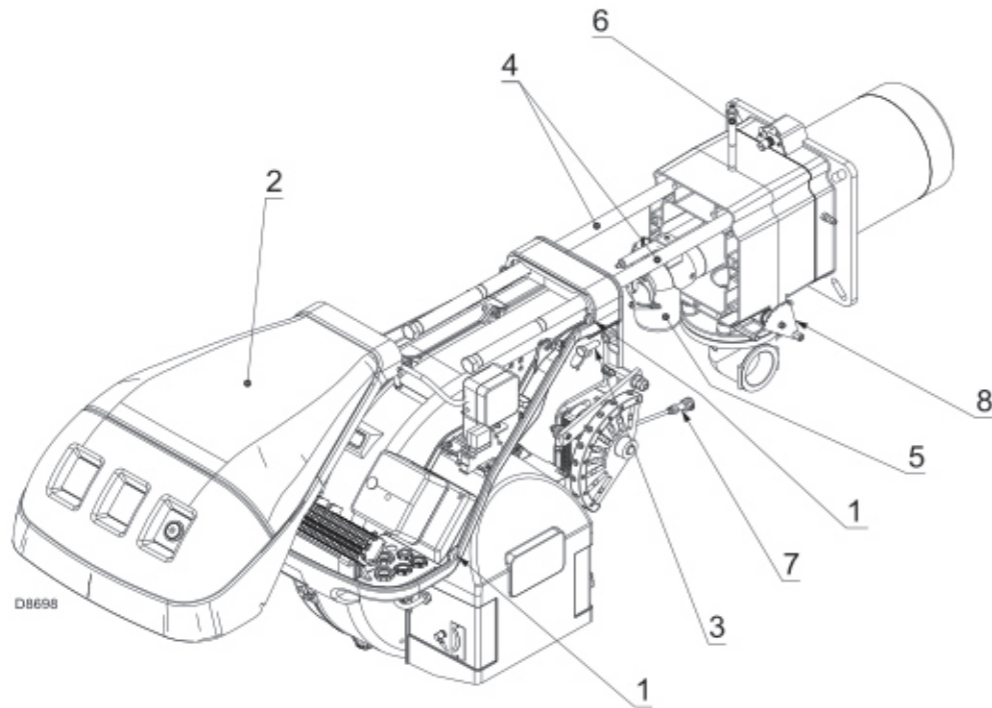

图 39
- ▶ 拆下螺栓 1), 同时取下保护盖 2)(图 39)。
- ▶ 重新拧紧螺丝 3)(图 39)，将探针和电极电缆轻轻拉紧。